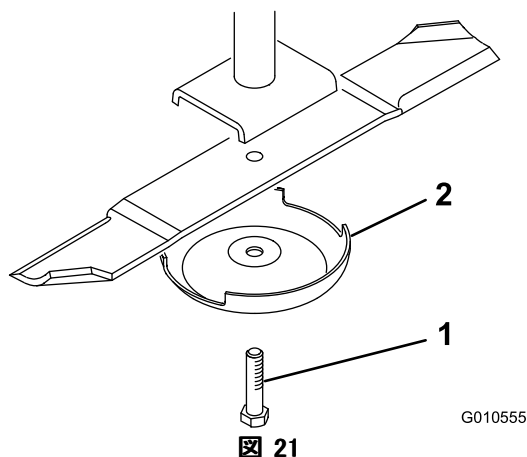

図 21
2. ぼろきれや厚いパッドの入った手袋を使ってブレードの端部をしっかりと握る。スピンドルのシャフトからブレードボルト、芝刈り防止カップ、ブレードを取り外す（図 21）。